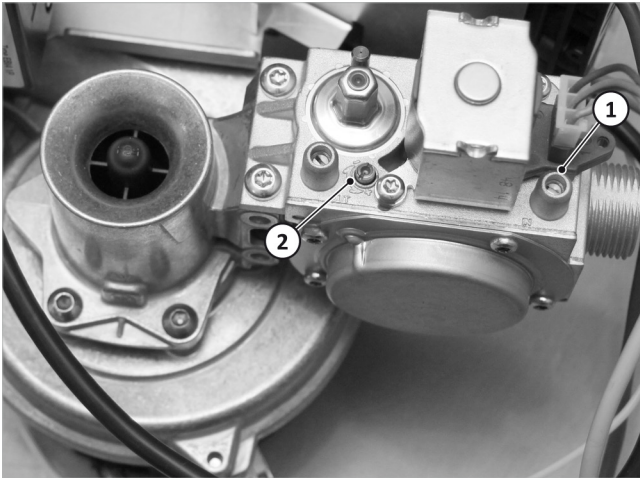

Abb. 104: Brenner einstellen
- Zum Prüfen des Gas-Fließdrucks bei laufendem Brenner dient der Messstutzen → Abb. 104 (1).